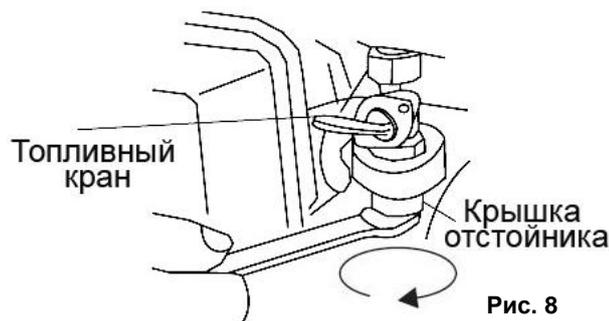

Рис. 8
- Очистите и продуйте фильтр сжатым воздухом и установите его обратно (См. Рис.8).